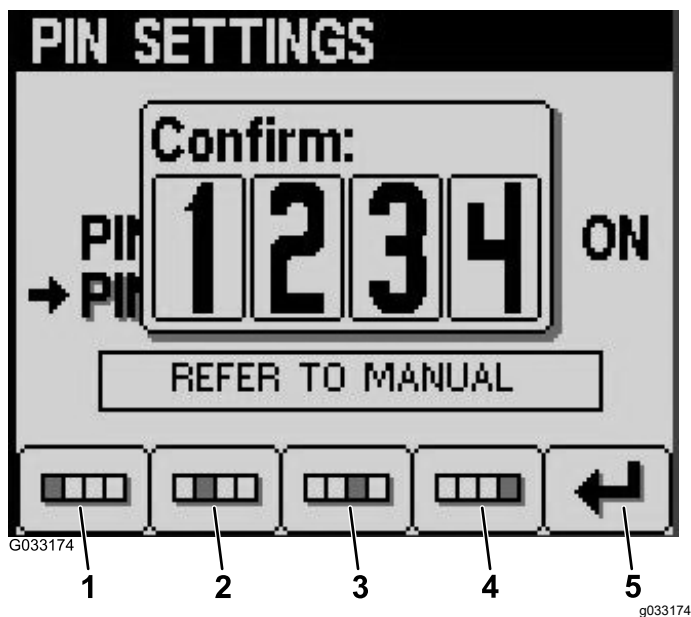

Figura 17
8. Compruebe el PIN nuevo usando los botones 1 a 4, y pulse el botón 5 para terminar (Figura 17).